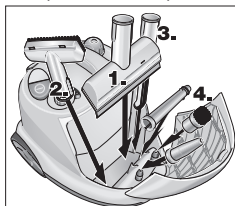

Fig. 9: Compartimento para acessórios
- Coloque o bocal manual, bocal para janelas, bocal pontiforme e as peças pequenas no compartimento para acessórios (ver fig. 9).